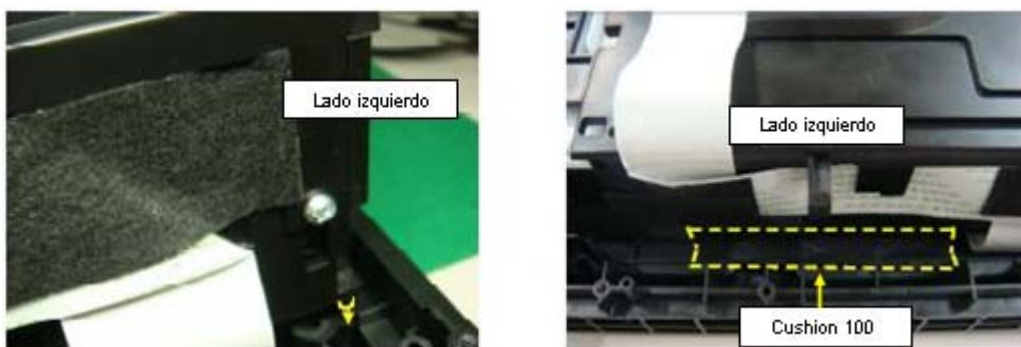

Fig. 3.11
2.7 Pegue la mitad del cushion 100 al mecanismo de CD, después ajuste este de acuerdo a la posición indicada en el manual de servicio. (Fig. 3.11)